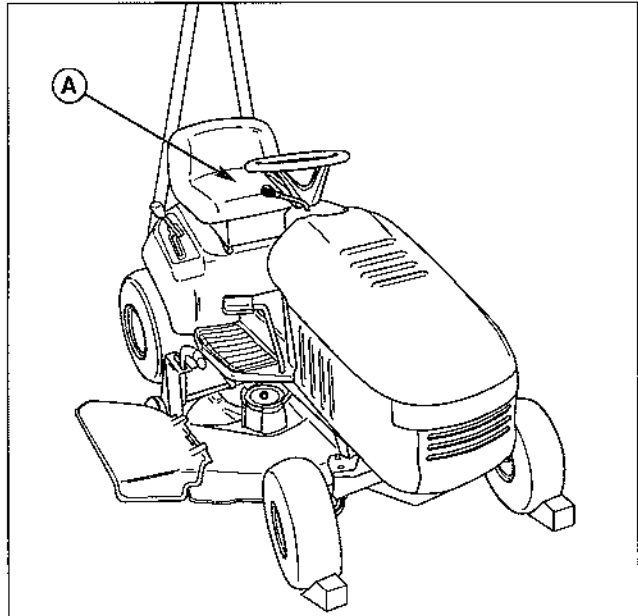
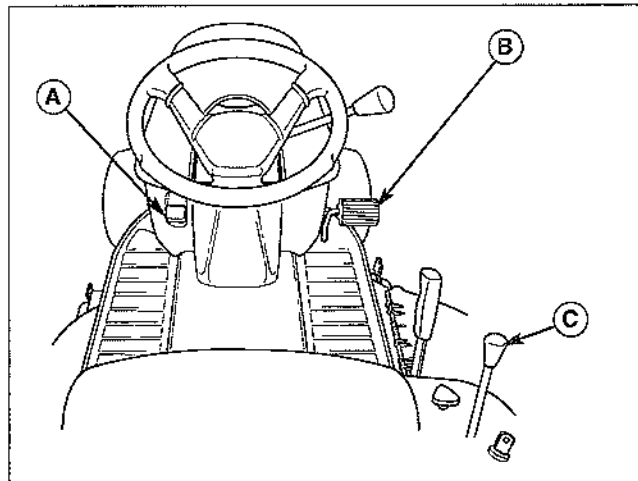

Figure 43. Soulever l'arrière du tracteur
Figure 44. Commandes
1. Voir la Figure 43. Caler les roues avant. À l'aide d'un cric ou d'un palan à chaîne, soulever l'arrière du tracteur avec précaution et le soutenir avec des chandelies. Soulever la machine juste assez pour décoller les roues arrière du sol.
2. Actionner le contacteur du siège (A, Figure 43), enfoncer la pédale d'embrayage/frein (B, Figure 44) et démarrer le moteur. Une fois le moteur lancé, mettre la manette des gaz (A, Figure 44) en position de ralenti.
3. Relâcher la pédale d'embrayage/frein (B) et positionner le levier de changement de vitesse (C, Figure 44) à fond vers l'avant.
5. Positionner le levier de changement de vitesse (C, Figure 44) en marche arrière, à fond.
7. Engager le levier de débrayage de la transmission (Figure 45) et passer plusieurs fois de marche avant en marche arrière en actionnant à fond le levier de changement de vitesse (C, Figure 44).